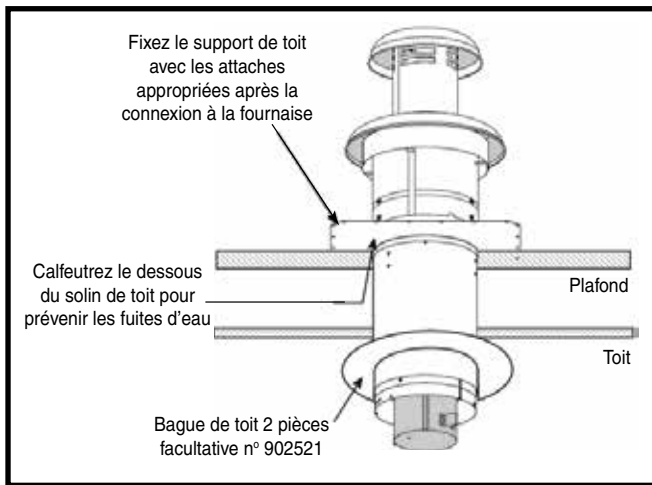
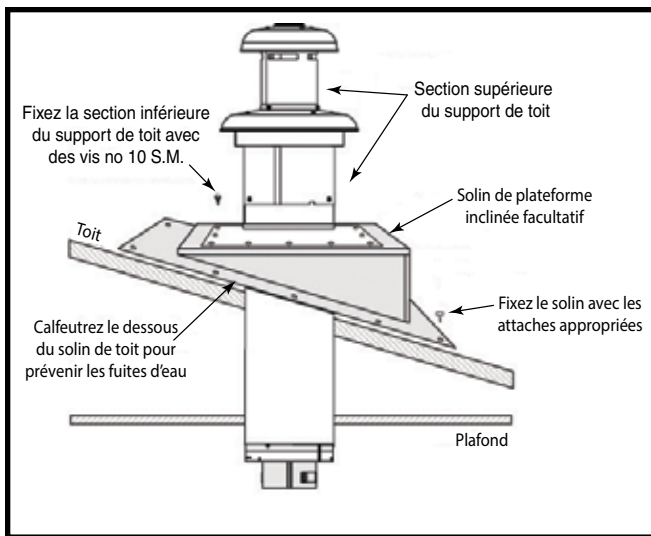

Figure 20. Toit plat
Figure 21. Toit incliné
1. Appliquez un produit de calfeutrage sous le solin du toit pour former une bande continue d'au moins 3/8 po de largeur sous le périmètre du solin. Pour un toit plat, consultez la Figure 20, ou la Figure 21 si le toit est incliné.